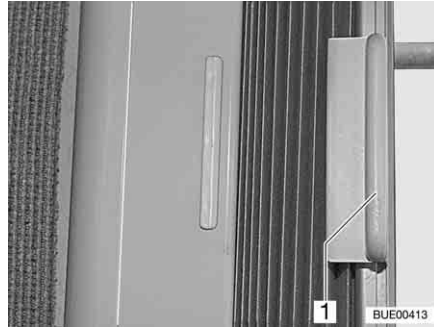

Fig. 38 Estor plegable
- Sujetar el estor plegable por el mango (Fig. 38, 1) y correr hacia la izquierda o hacia la derecha.